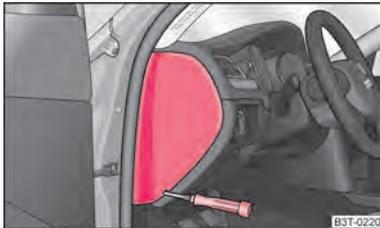
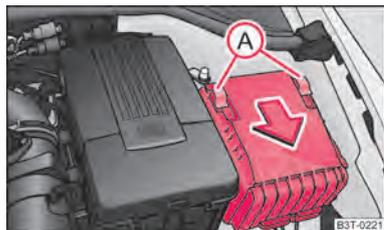

Abb. 198 Sicherungsdeckel: linke Seite der Schalttafel
Abb. 199 Sicherungsdeckel im Motorraum
- Nehmen Sie den Sicherungsdeckel an der Seite der Schalttafel mit Hilfe eines Schraubendrehers → Abb. 198 bzw. den Sicherungsdeckel im Motorraum → Abb. 199 ab.
- Verschieben Sie die Sicherungsbügel (A) ⇒ Abb. 199 bis zum Anschlag, hinter dem Sicherungsbügel erscheint das Symbol  und nehmen Sie den Deckel ab.